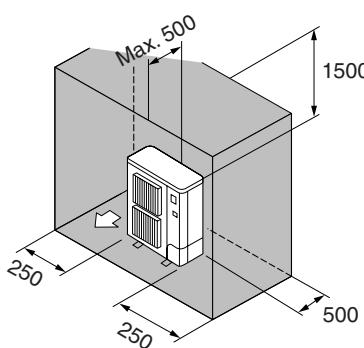

Fig. 3-10
- ⑥ Enbart hinder på baksidan, sidorna och ovansidan (Fig. 3-10)